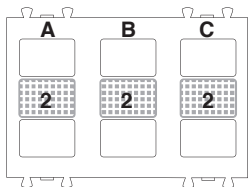

Fig. 2a
Il frontale del dispositivo è suddiviso in nove zone sensibili, suddivise in tre colonne da tre zone. Per ogni colonna può essere attivata la zona centrale (2) o le due zone in alto e in basso (1 e 3) (vedi Fig. 2a, 2b, 2c). Si potranno quindi avere da un minimo di tre zone sensibili attive ad un massimo di sei (condizione di default).